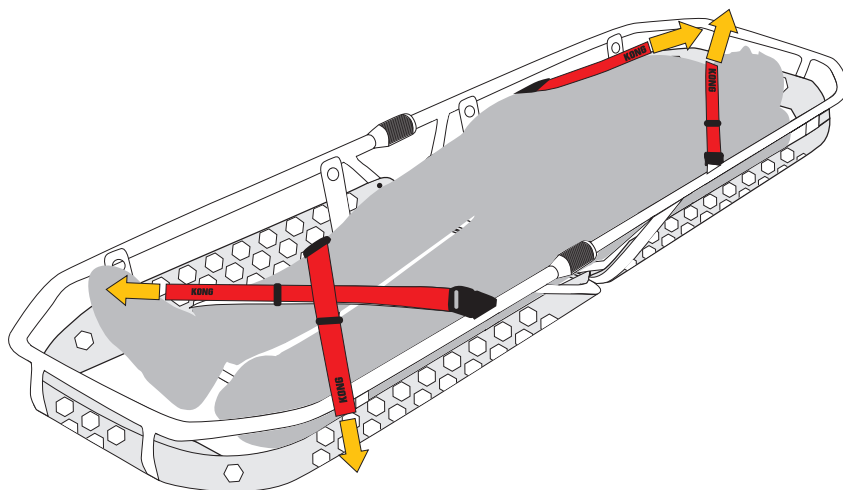

Fig.10
- adagiare il paziente nella barella, agganciare le fibbie e tensionare le fettucce fino a bloccarlo (fig. 10).